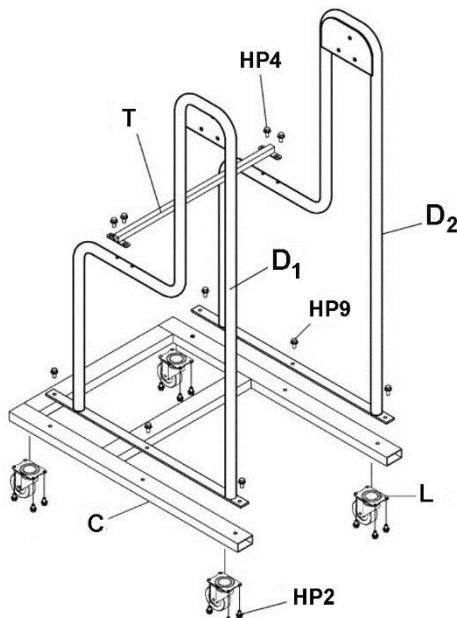

Рис. 3
- Прикрутите 4 ролика (L) к основанию (C) при помощи винтов HP2. См. Рис. 3.
- Прикрутите к основанию (C) левую и правую стойки (D₁, D₂) с помощью винтов с шестигранной головкой и фланцем (HP9).
- Прикрепите опору (T) к стойкам с помощью винтов с шестигранной головкой и фланцем (HP5).